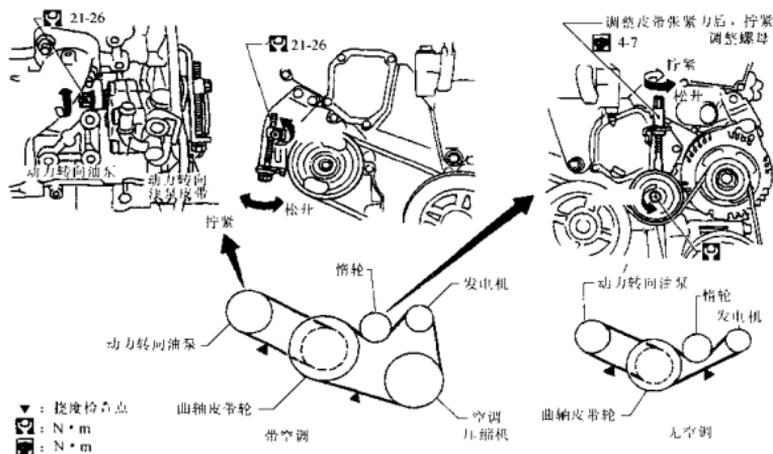

图 1-2 驱动皮带的检查
(1) 检查驱动皮带是否有裂纹、织物破损、磨损或油迹。如果有必要，更换新皮带。
(2) 如图 1-2 所示，按压皮带轮之间的皮带中点，检查驱动皮带的挠度或张紧力。应当在发动机冷态时，检查传动皮带的挠度或张紧力。如果挠度超过极限值或皮带张紧力不符合规定范围（见表 1-9），应进行调整。传动皮带的张紧力也可以在皮带上的其他点进行检查。